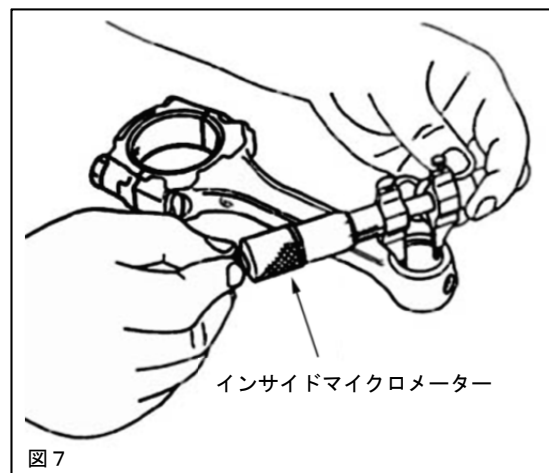

図7
6. 1 コンロッド小端部内径を、インサイドマイクロメーターを用いて測定します。(図7)